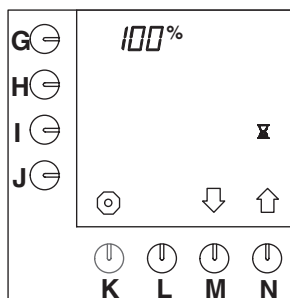

Fig. 46 Temps de pause 100%
- Appuyez sur la touche de sélection (N.)↑ jusqu'à ce que la fig.46 s'affiche sur l'écran de contrôle.